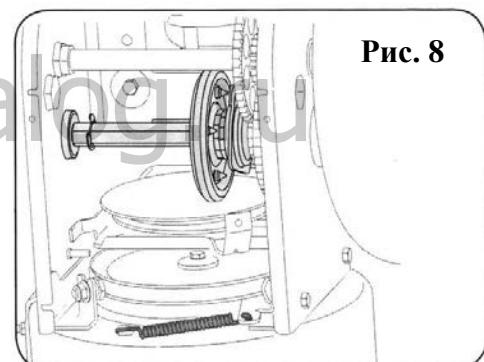

Рис. 8
2. Нанесите легкое покрытие всесезонной многоцелевой смазки на шестигранный вал. Смотрите рисунок 8.